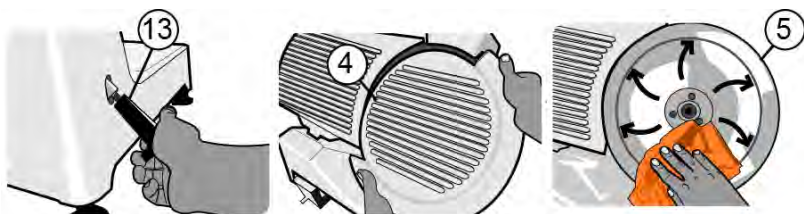

FIG 9. PASOS PARA LIMPIAR EL DISCO-CUCHILLA
**C. DISCO-CUCHILLA (Ver Fig. 9).**
- 1.- Afloje la perilla para el disco-cuchilla (13) que se encuentra en la parte posterior del equipo.